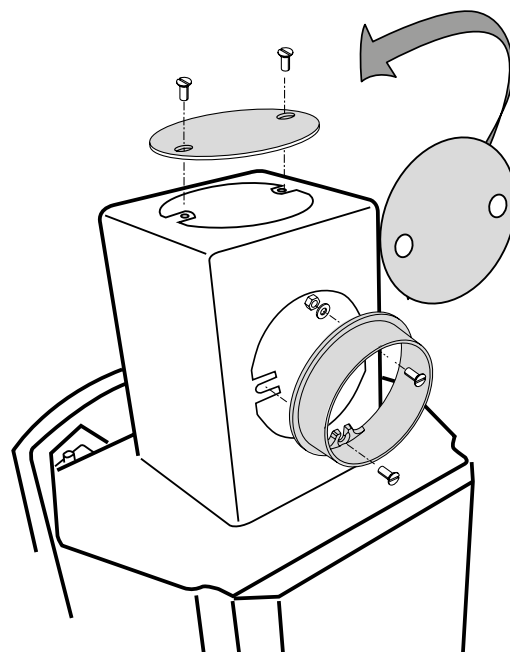

Bild 3: Flytta täcklock bak till topp och montering av stos för bakanslutning
5. Skruva loss täcklocket och flytta det till toppen enligt Bild 3. Täta noggrant mellan täcklocket och toppen på insatsen med tätmassa (gäller 410/430).